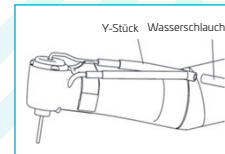

Fig. 3
- Schließen Sie den Wasserschlauch ans Y-Stück an. (Abbildung 3)